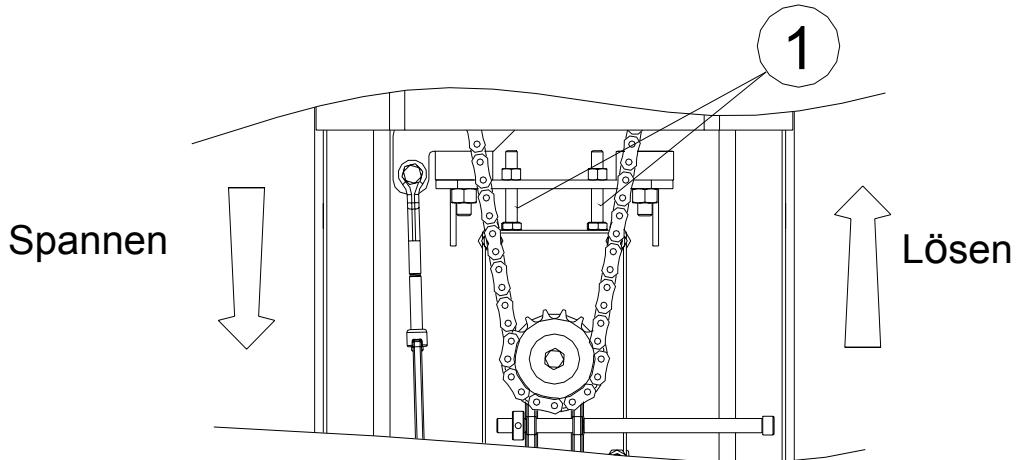

Fig. 12
Die Kettenspannung wird direkt von Werk her eingestellt, dennoch sollte eine Lockerung in der Kettenspannung festgestellt werden, so ist diese mittels Schrauben nachzustellen (1) dafür sind die Anweisungen gemäß der Abbildung zu befolgen (Abb. 12).